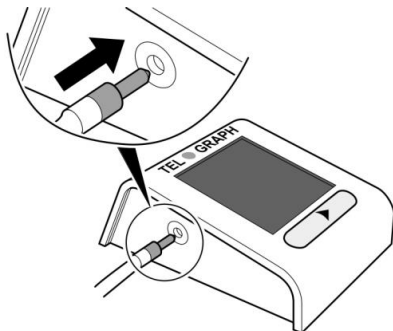

Abb. 7: Luftschauch einstecken
- 1) Stecken Sie den Luftschauchanschluss in die Luftschauchbuchse auf der linken Seite des Blutdruckmessgeräts und stellen Sie das Blutdruckmessgerät auf den Tisch (siehe Abb.7).